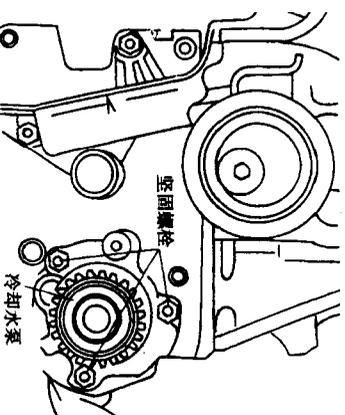

图 1-7 冷却水泵的拆卸
- (1) 拆下多楔带。
- (2) 拆下冷却水泵上的紧固螺栓, 拆下水泵, 如图 1-7 所示。